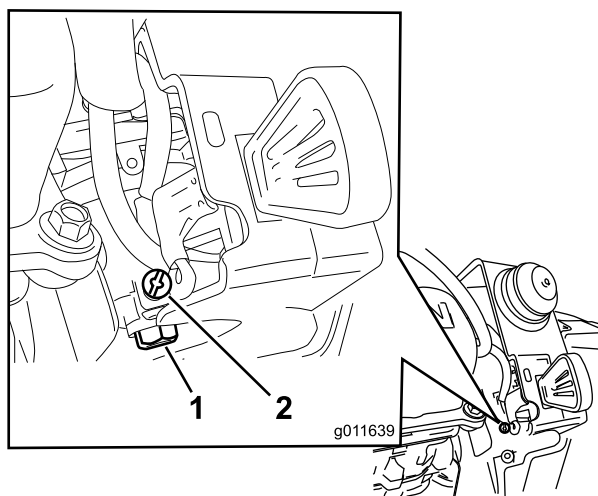

Bild 30
- B. Lockern Sie die kleine Schraube an der Seite der Vergaserkraftstoffglocke (entfernen Sie die Schraube nicht) (Bild 30), bis der Kraftstoff aus dem Vergaser läuft. Lassen Sie den Kraftstoff in einen vorschriftsmäßigen Benzinkanister ablaufen.